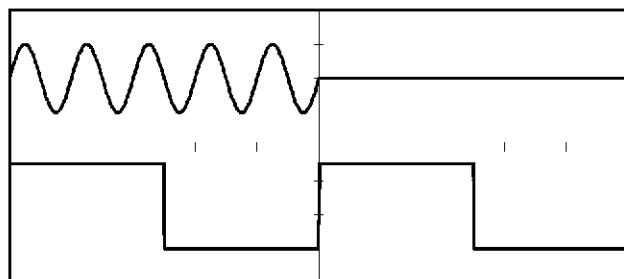

図 8-16 ゲーテッド (エッジ)、Pos の波形
35. 図 8-16 のように、トリガ信号の上がりエッジから次の上がりエッジまで正弦波信号が出力していることをオシロスコープで確認します。